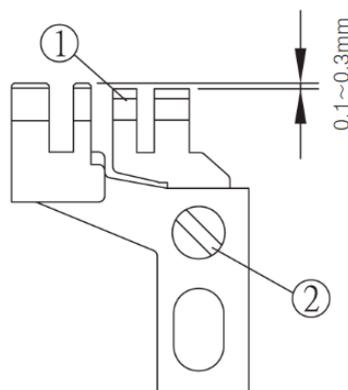

图 36 / Fig. 36
Высота вспомогательной зубчатой рейки (1) должна быть на 0,1 ~ 0,3 мм ниже основной зубчатой рейки. Регулировка выполняется при помощи ослабления винта (2). (рис.36)